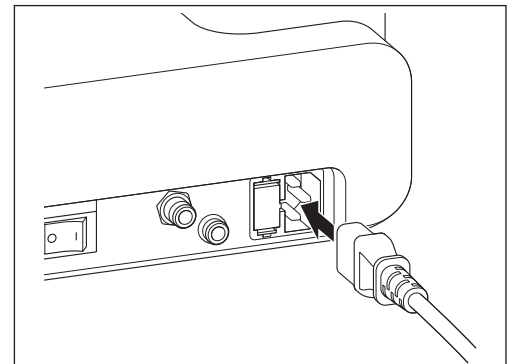

Fig. 1
- 2) Inserte el cable de potencia CA de manera que encaje correctamente en la toma de conexión del cable de potencia CA situada en la parte posterior de la unidad de control (Fig. 1).